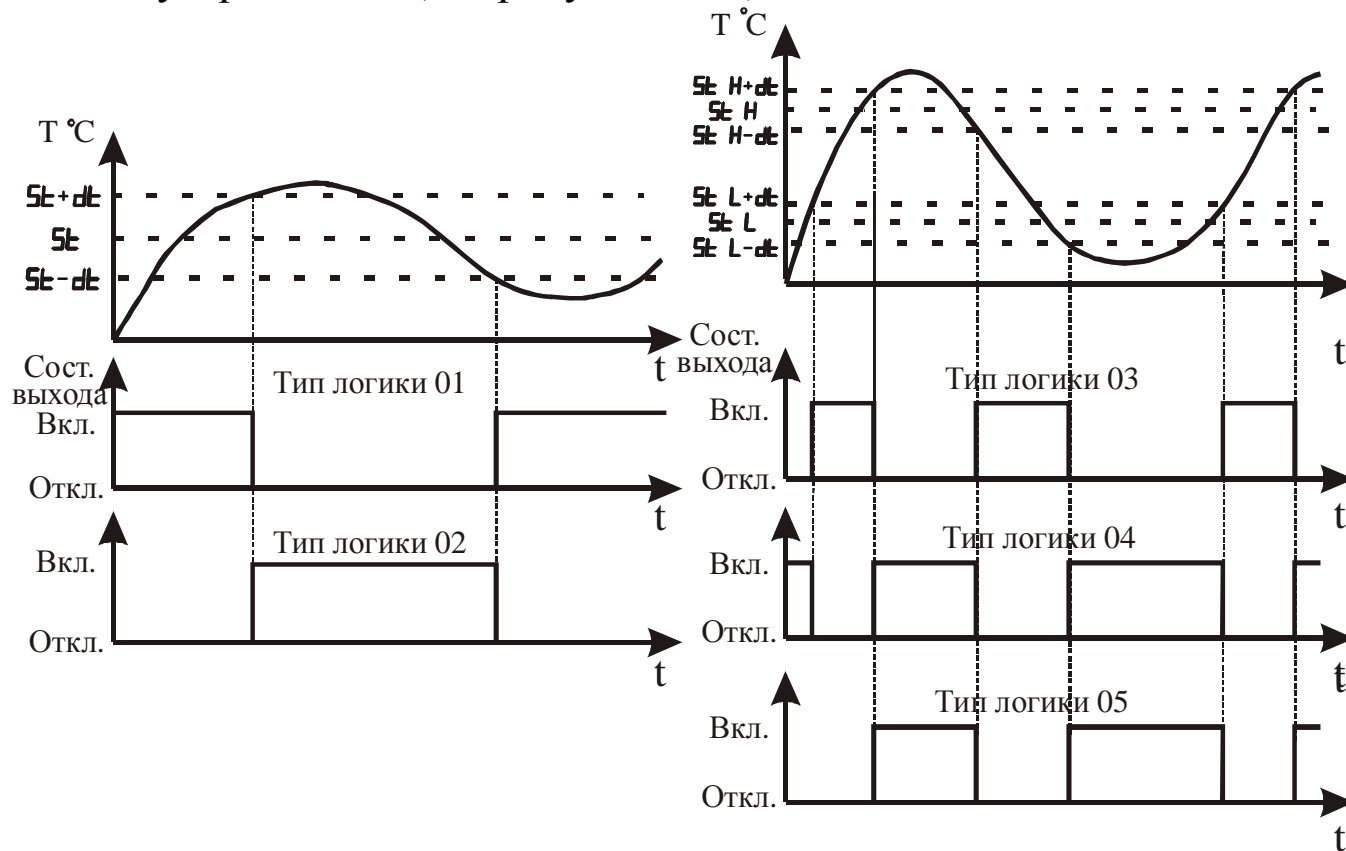

Рисунок 3.18 – Графическое представление типов логики работы выхода
3.3.3.10 Параметр “Тип логики работы прибора” определяет алгоритм управления исполнительным устройством (см. рисунок 3.18).
после первого превышения регулируемой температурой значения  $St H + dt$  (см. рисунок 3.18).